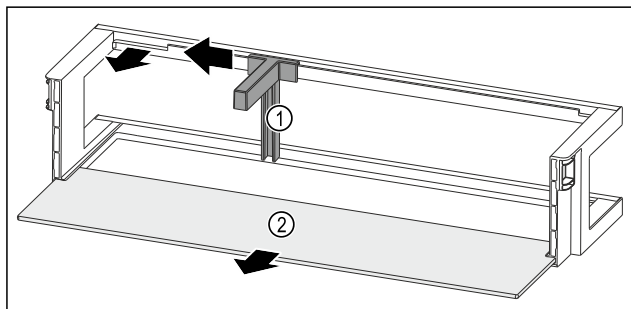

Fig. 90 Półka w drzwiach z uchwytem butelek i półką
- Przesunąć uchwyt butelek Fig. 90 (1) na bok do zagłębienia.
- Wyjąć uchwyt butelek Fig. 90 (1).
- Wyjąć półkę Fig. 90 (2).